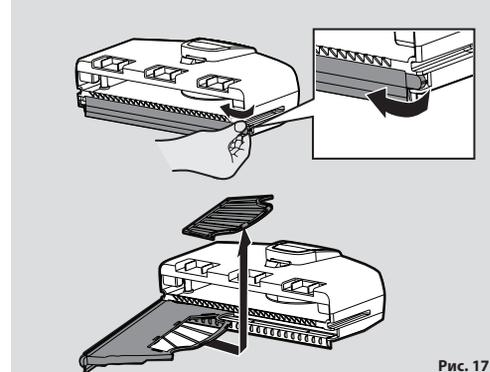

Рис. 17
**ОЧИСТКА ФИЛЬТРОВ [Рис. 17]**